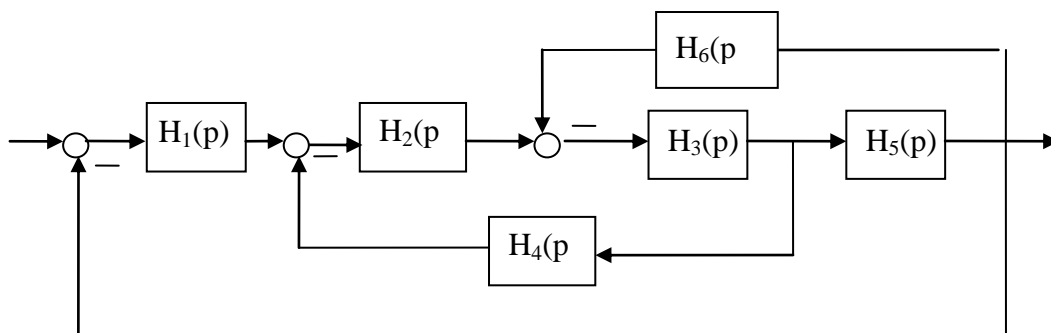

Рис. 1, где $H_1(p)=k_1/(T_1p+1)$, $H_2(p)=k_2/(T_2p+1)$, $H_3(p)=k_3/p$, $H_4(p)=k_4$, $H_5(p)=k_5$, $H_6(p)=k_6 \cdot p$.
1. Выполнить структурное преобразование линейной системы (привести её к эквивалентной одноконтурной), которая приведена на рис. 1. Написать выражение для передаточной функции разомкнутой системы.
2. Для системы приведённой на рис.1 вычислить квадратичную интегральную оценку для переходной составляющей ошибки управления при единичном изменении эталона. При